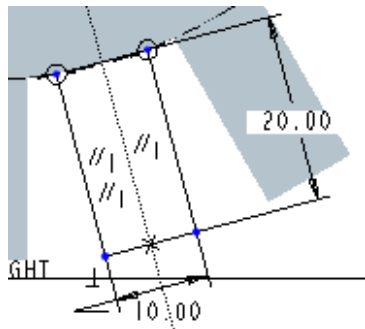

図 13-22 突起（長方形）の寸法
- 「直線ツール」 を使って、円に直交するように先ほどと同じサイズの突起の外形を描く（このときには、図 13-22 に示すように円弧上には線を描かないようにする）。